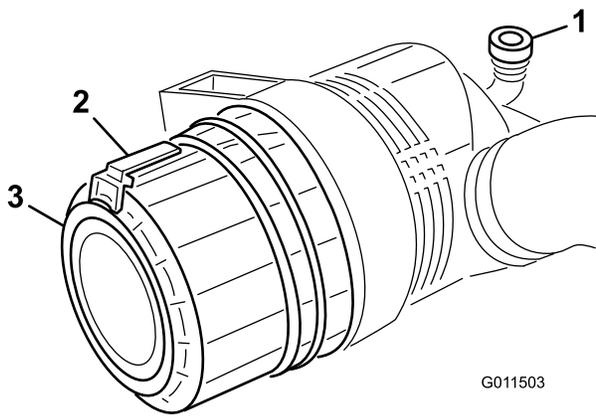

Figure 45
1. Tirez le verrou vers l'extérieur et tournez le couvercle du filtre à air dans le sens antihoraire (Figure 45).
3. Déposez le couvercle du boîtier du filtre à air (Figure 45).
11. Montez le couvercle en dirigeant la valve de sortie en caoutchouc (Figure 45) vers le bas, entre les positions 5:00 et 7:00 heures environ vu de l'extrémité.